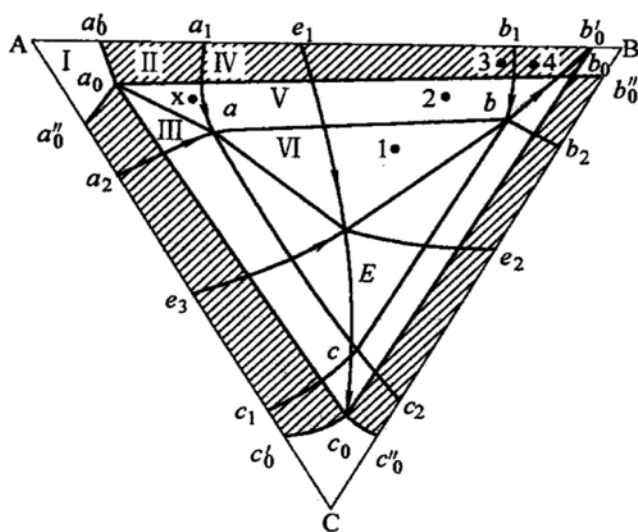

图 10-3 第三题第 2 小题图
2. 分析图 10-3 中 V 合金的平衡结晶过程。
2. 图 10-3 中合金中 V 的平衡结晶过程为 $L \rightarrow \alpha$, $L \rightarrow (\alpha + \beta)_{\text{共晶}}$, $\alpha \rightarrow \beta_{\text{II}}$, α 与 β 互析。